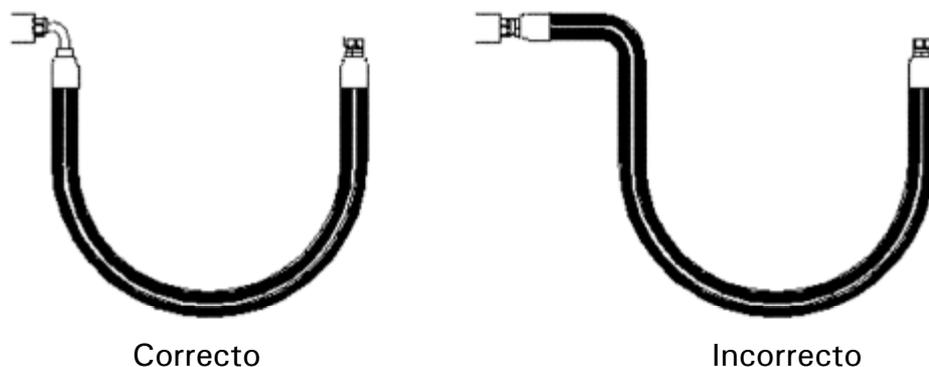

Figura 3
5.10 Codos y adaptadores.-En determinados casos, debe utilizarse codos o adaptadores a fin de aliviar el esfuerzo de la manguera (ver figura 3).